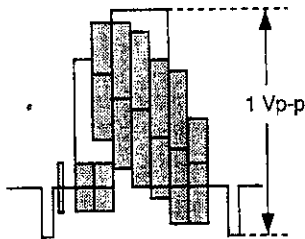

图 5—4
3. 让 E—E 信号的振幅达到如图 5—4 所示的 1.1 Vp-p 的规定要求。